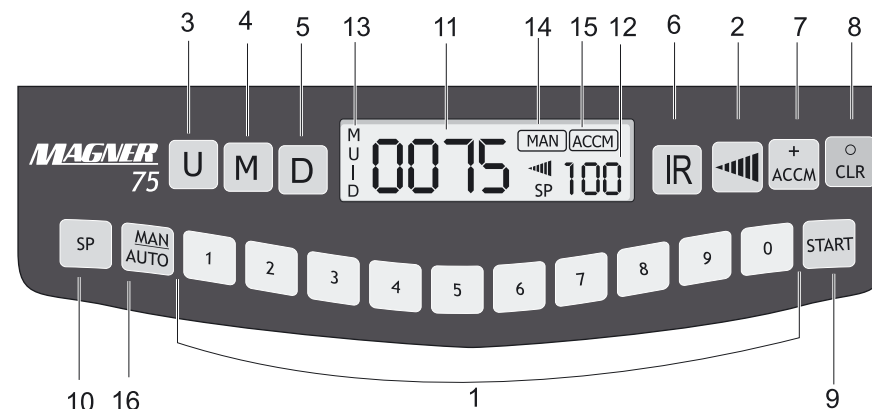

Рис. 2
1. Наберите требуемый размер пачки, используя клавиши (1) (рис. 2). На дисплее отобразится набранный размер пачки. Машина готова к подсчету заданного количества банкнот.
Подозрительные банкноты могут быть определены с помощью магнитных датчиков, которые включаются нажатием клавиши **«M»** (4) (рис. 2). Счетчик обеспечивает детекцию по магнитной метке на 4-х уровнях.